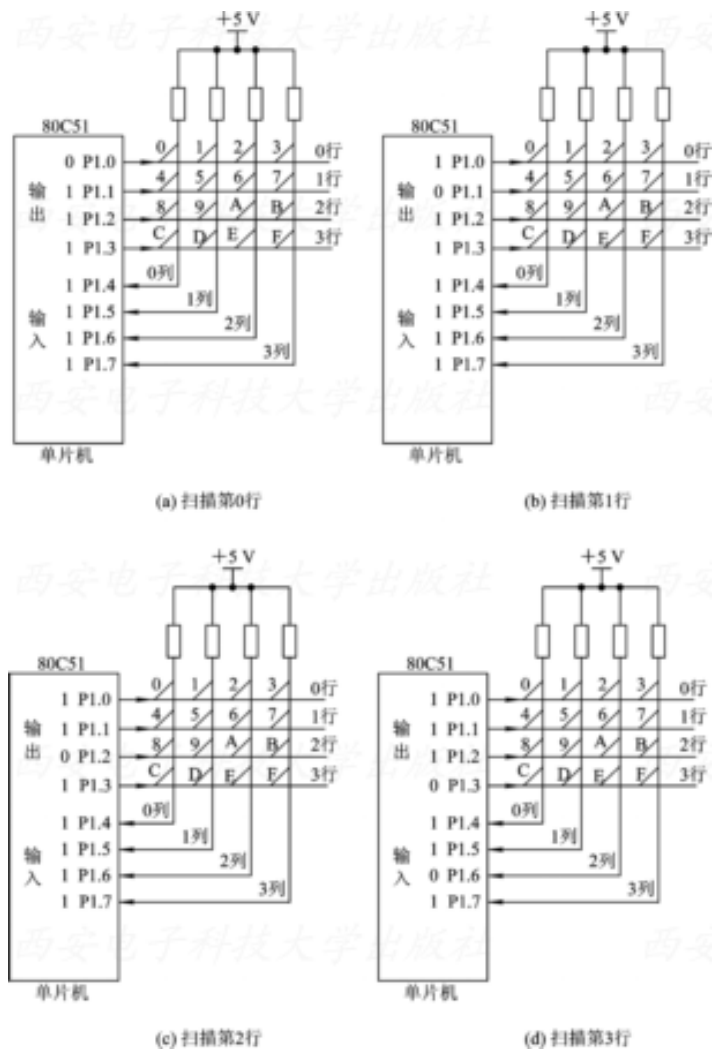

图 10.1 键盘扫描示意图
1. 键盘扫描示意图如图 10.1 所示。编写一段键盘扫描程序。首先向 P1 口输出 11111110，若有键按下，则转到键值分析 K3 程序段，否则将 P1 口输出 11111101，若有键按下，转到键值分析 K3 程序段，否则继续将 P1 口输出 11111011，若有键按下，转到键值分析 K3 程序段。若仍然无键按下，则 P1 口输出 11110111，扫描最后一行。有键按下则转到 K3 程序段，仍然无键按下，则将 A 值置为 0，程序返回。